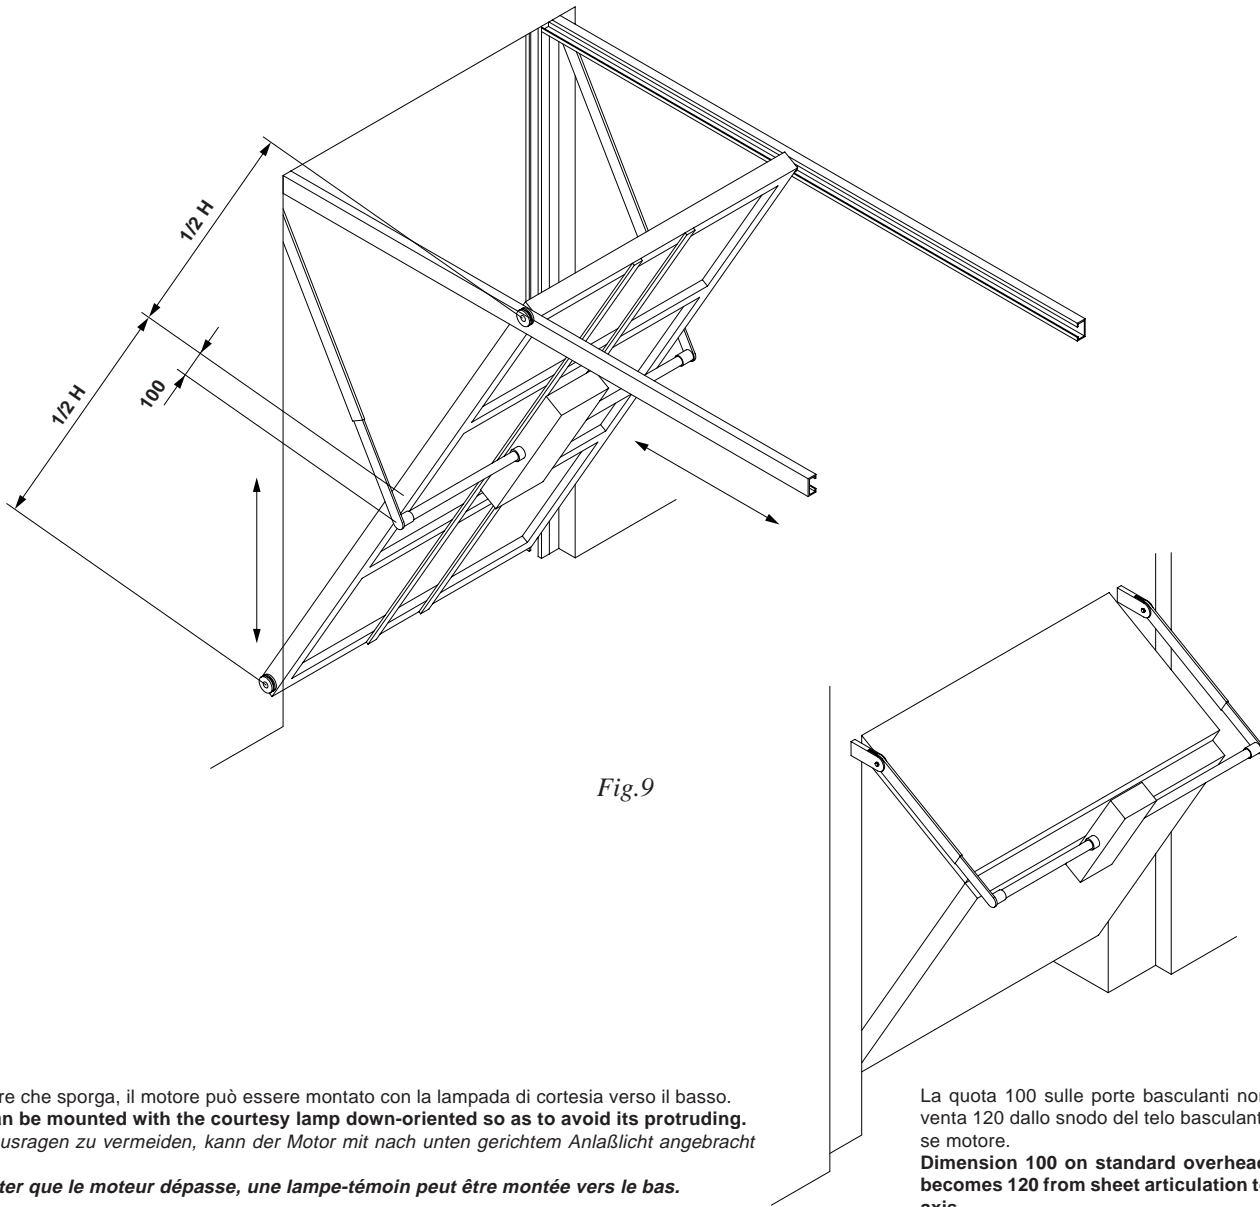

Fig.9
6.1 Porte a guide orizzontali e verticali fig. 9 (l'installazione risulta analoga a quella descritta al punto 5).
6.1 Doors with horizontal and vertical guides Fig. 9 (installation is similar to the one described in point 5).
**6.1 Les portes à guides horizontales et verticales fig. 9 (c'est la même installation que celle décrite au paragraphe 5)**